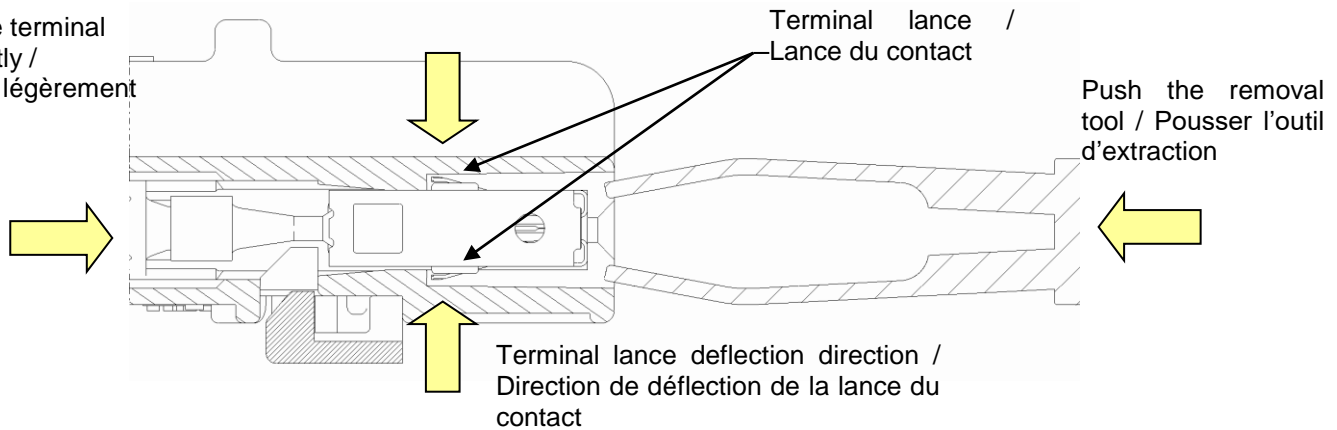
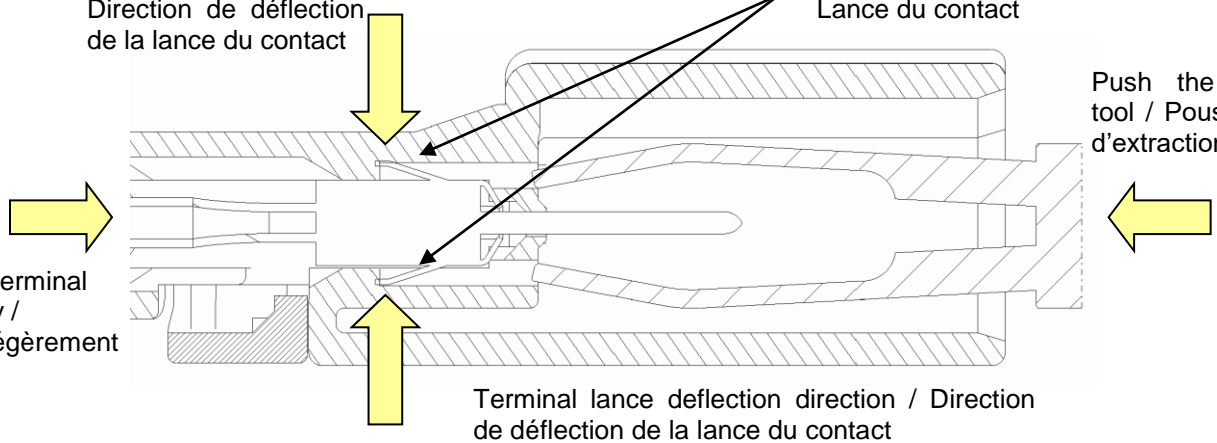

Figure 60 2.8 removal tool with 2.8 cavity alignment - female connector / Alignement de l'outil d'extraction des contacts 2.8 avec l'alvéole - porte-clips
Figure 61 2.8 removal tool with 2.8 cavity alignment - male connector / Alignement de l'outil d'extraction des contacts 2.8 avec l'alvéole - porte-languettes
When the removal tool is positioned and properly aligned with a 2.8 cavity (Figure 60 and Figure 61), push it inside the cavity to bend the terminal lance.
*Lorsque l'outil de retouche est positionné et correctement aligné avec l'alvéole 2.8 (figures 60 et 61), l'introduire dans l'alvéole afin de défléchir les lances du contact.*